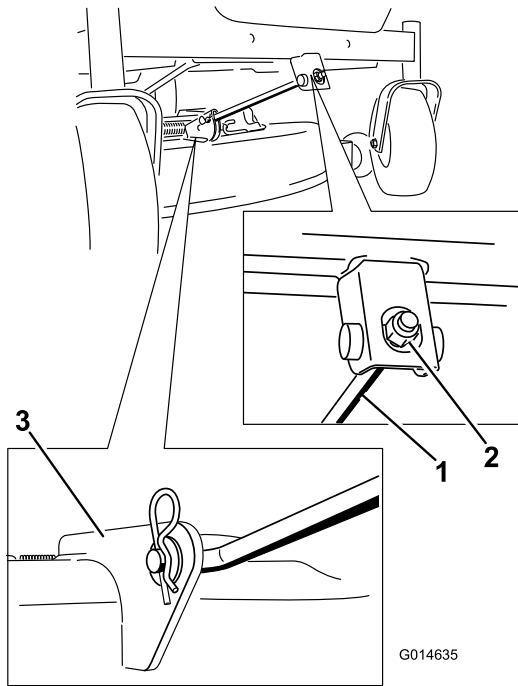

Bild 65
4. Entfernen Sie den Splint von der vorderen Stützstange und entfernen Sie die Stange von der Mähwerkhalterung (Bild 65).
6. Befestigen Sie die vordere Stützstange mit dem Lastösenbolzen und Splint am Mähwerk (Bild 65).